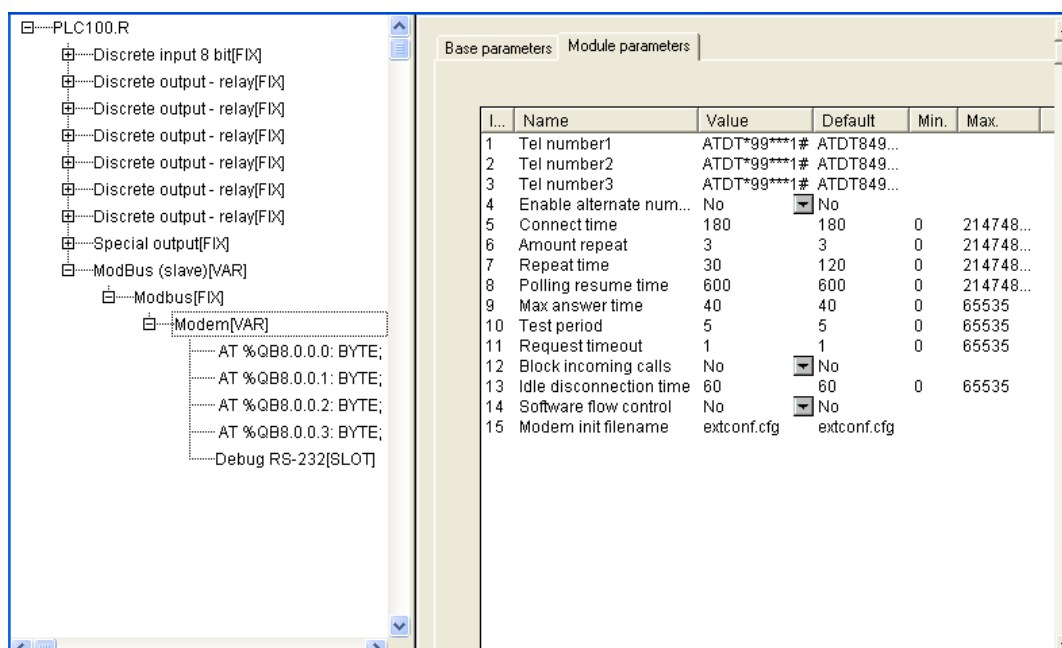

Рис.2 Добавление и настройка подмодуля «Modem»
- К появившемуся подмодулю «Modbus[FIX]» добавить подмодуль «Modem» (выделить подмодуль «Modbus[FIX]», нажать правую клавишу мыши и через контекстное меню выделить «Append Subelement» и далее «Modem...») и настроить его на вкладке «Module parameters»¹ как показано на рис.2. **Подробнее о параметрах модуля Modem см. в документе «PLC_Configuration.pdf» на диске ПЛК в разделе Документация**